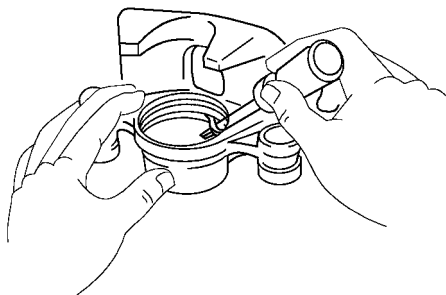

图 15-79 从分泵内拆出活塞密封件
(8) 从分泵内拆出活塞密封件。使用螺钉旋具从分泵内拆出活塞密封件，如图 15-79 所示。